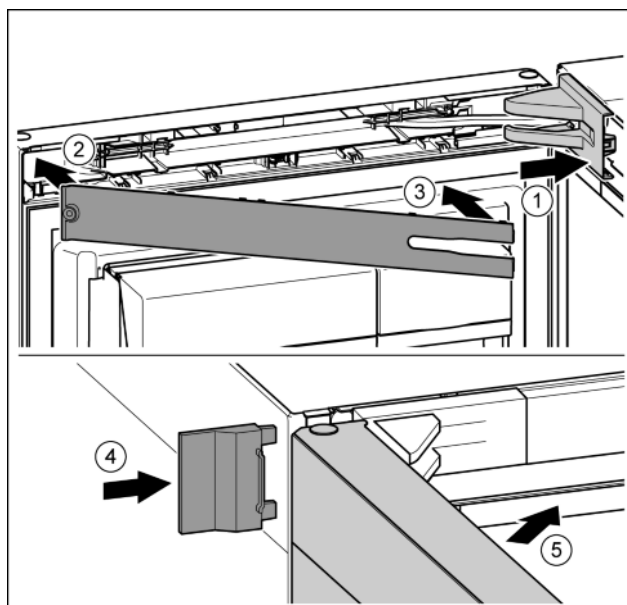

Fig. 45
- ▶ Крышку опорного кронштейна установить и зафиксировать, при необходимости, осторожно разжать. Fig. 45 (1)
- ▶ Установить накладку. Fig. 45 (2)
- ▶ Наклонить и защелкнуть накладку. Fig. 45 (3)
- ▶ Надвинуть внешнюю крышку. Fig. 45 (4)
- ▶ Заккрыть верхнюю дверь. Fig. 45 (5)